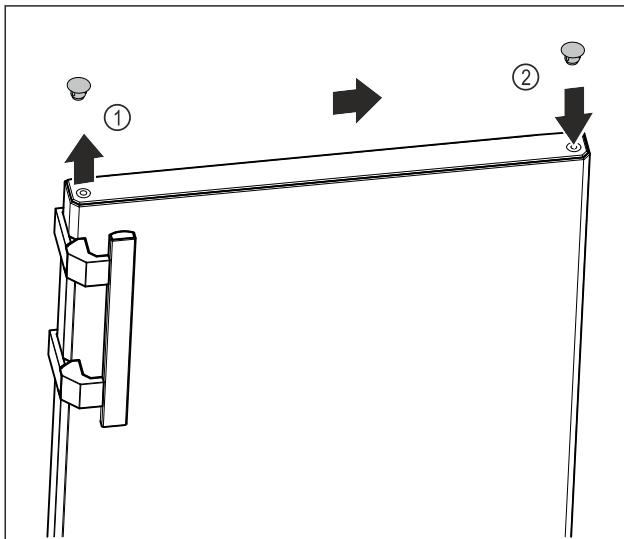

Fig. 18
- S ploščatim izvijačem previdno privzdignite pokrivni čep na zgornji strani vrat Fig. 18 (1).
- Pokrivni čep vstavite na nasprotni strani. Fig. 18 (2)